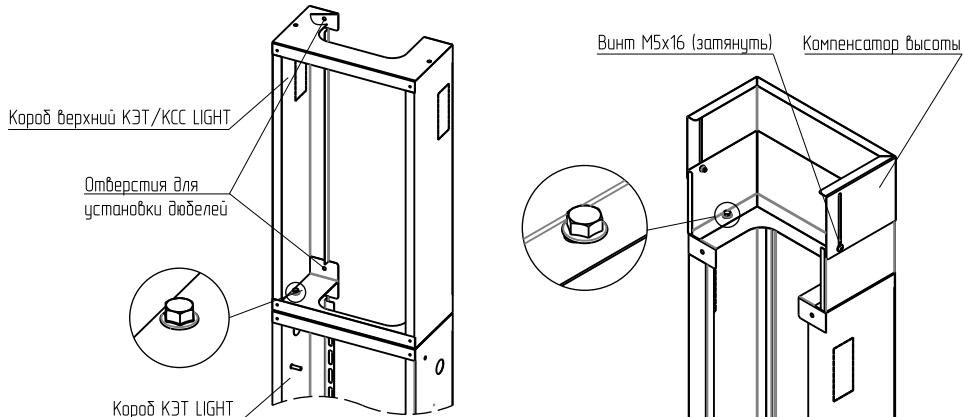

Рисунок 4
4.3.2 Установить короб верхний КЭТ/KCC на короб КЭТ с помощью двух болтов фланцевых M6×14 и гаек M6 с фланцем (рисунок 4). Болтовое соединение согласно приложению А.